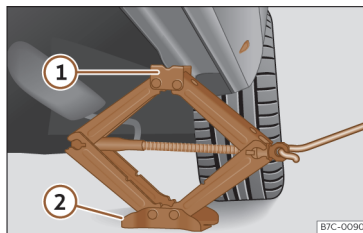

Fig. 244 Longarina: colocação do macaco do veículo.
- Rode a manivela do macaco, colocado por baixo do ponto de apoio da longarina, para levantá-lo até que o ressalto ① >>> **Fig. 244** se encontre por baixo do alojamento previsto.
- Alinhe o macaco de forma a que a patilha ① «encaixe» no alojamento previsto da longarina e que a placa base móvel ② fique apoiada no chão. A placa base ② deve ficar colocada na vertical relativamente ao ponto de apoio ①.